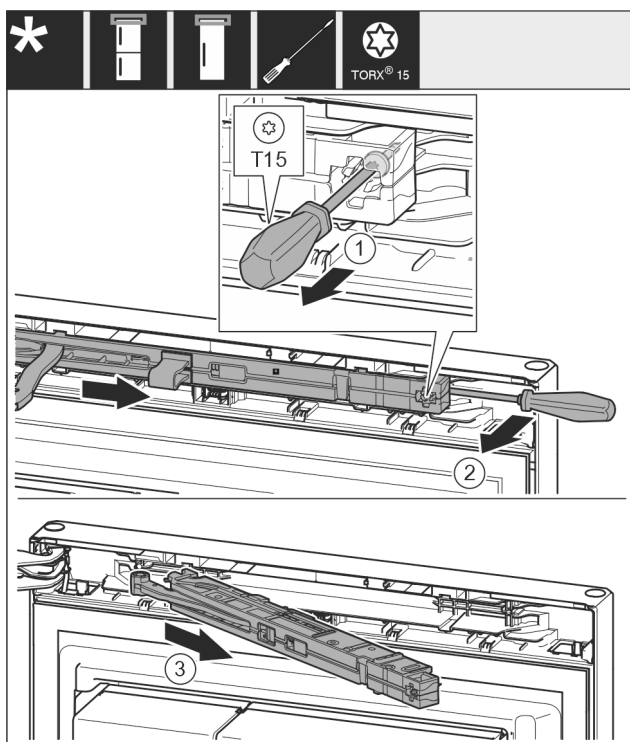

Fig. 11
- ▶ Šroub na jednotce tlumiče zavírání povolte šroubovákem T15 o cca 14 mm. Fig. 11 (1)
- ▶ Šroubovákem na straně madla zajedte za jednotku tlumiče zavírání a otočte jednotku dopředu. Fig. 11 (2)
- ▶ Vytáhněte jednotku tlumiče zavírání. Fig. 11 (3)